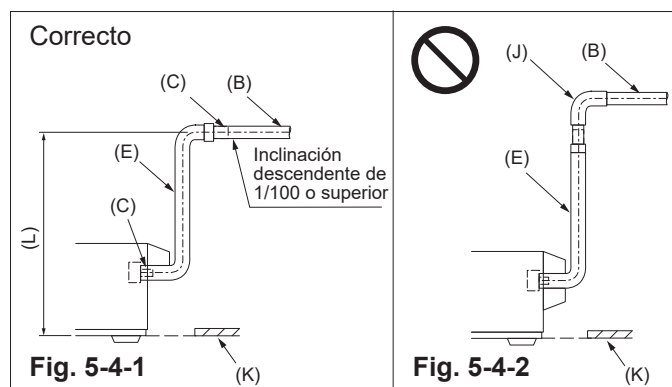

Fig. 5-4
- Para elevar la salida de drenaje, primero tienda la manguera de drenaje hacia arriba en vertical y, a continuación, prepare una inclinación descendente de 1/100 o más. (Fig. 5-4)
- No instale las tuberías de drenaje como se muestra en el ejemplo incorrecto de la Fig. 5-4.